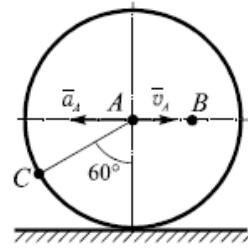

Рис. 2
- Круглий диск (рис. 2) радіусом  $R=AC=650$  мм котиться без ковзання по нерухомій прямій. При цьому швидкість точки A дорівнює 0,5 м/с. Визначити вектора лінійних швидкостей точок B і C, а також кутову швидкість диска, якщо  $AB=350$  мм (30 балів).